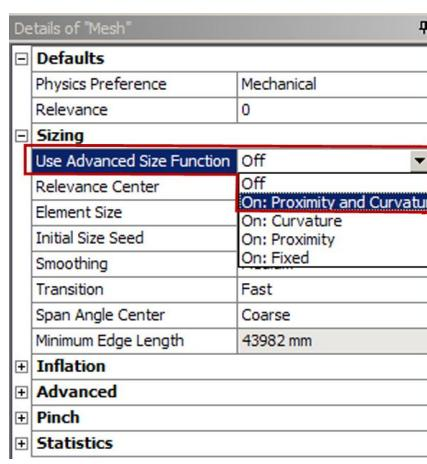

Рис. 5.16
2.2. Подобие и кривизна (*Proximity and Curvature*) задает измельчение сетки в области сильного искривления ребер для подобных ребер (рис. Рис. 5.16). Бегунком устанавливается значение в пределах от -100 до +100. Если опция размера элемента (*Element Size*) задана по умолчанию (Default), опция *Proximity and Curvature* выполняет ту же функцию, что *Relevance* (фактор плотности сетки) в основных опциях изменения сетки. Подобие (*Proximity*) линий учитывается для протянутых тел или при включенной функции подобия деталей.